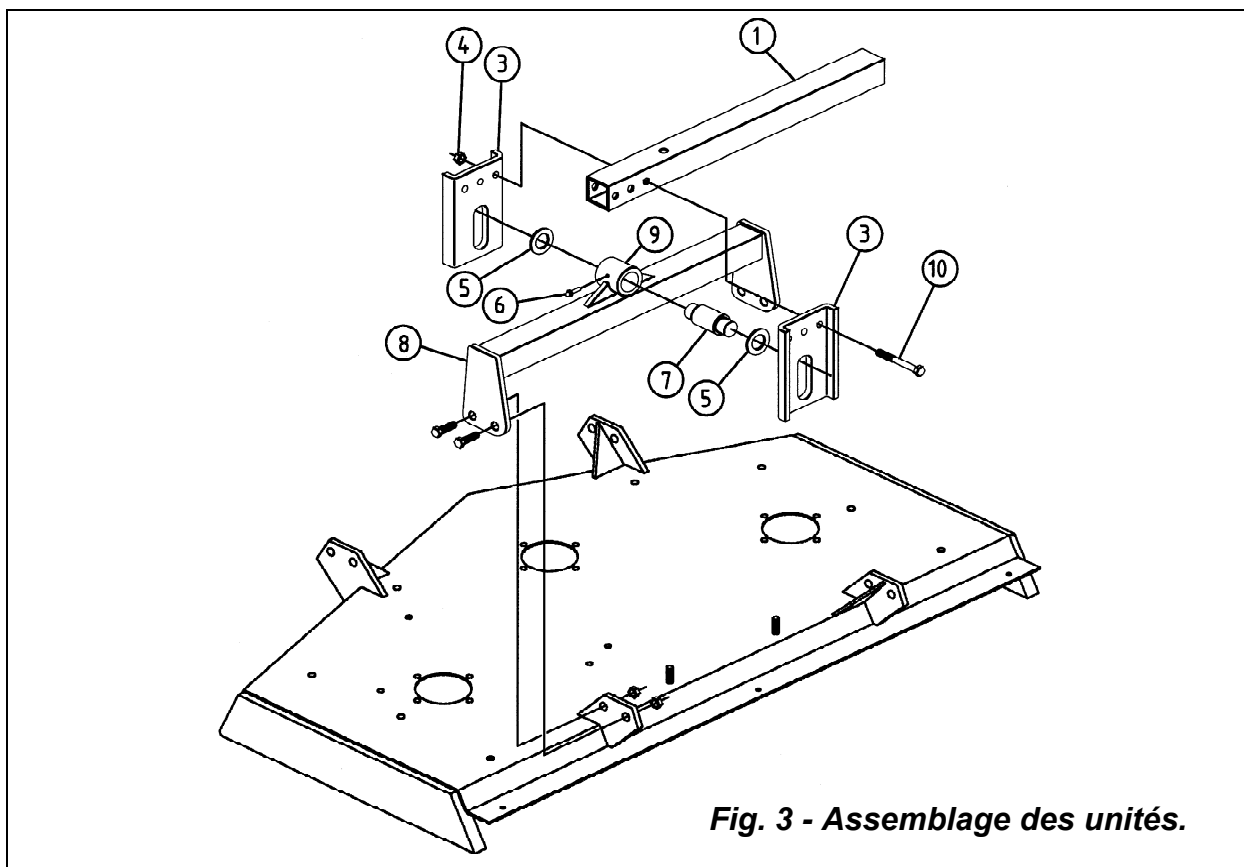
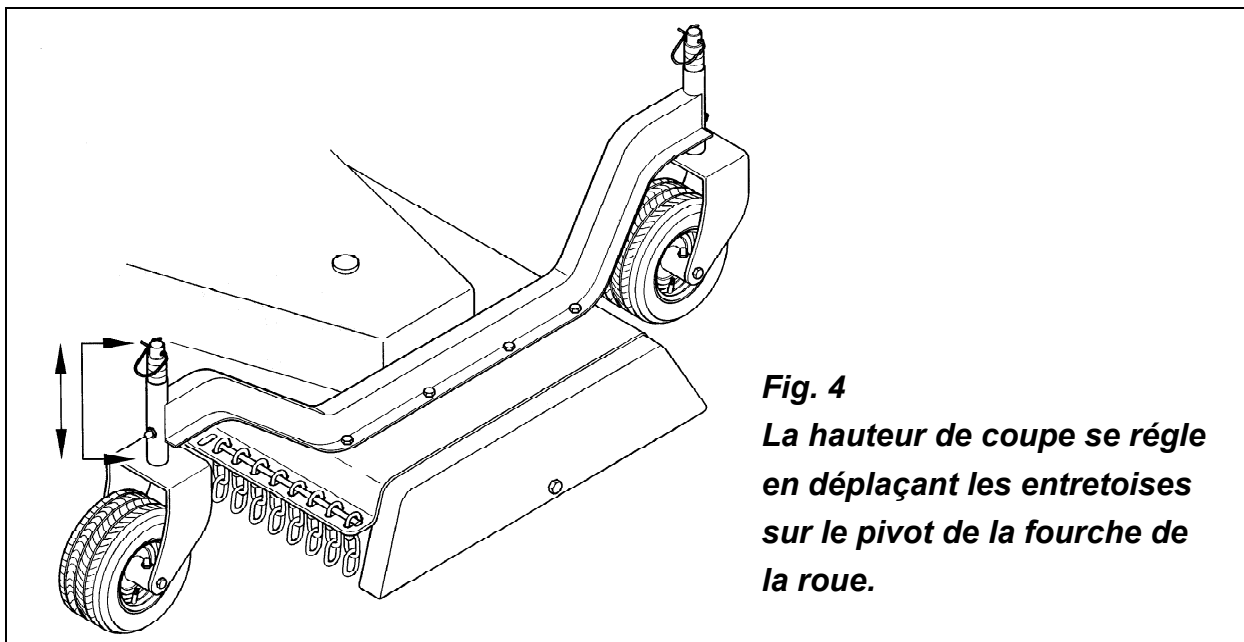

Fig. 3 - Assemblage des unités.
Fig. 4
1. rapprocher les plateaux, complets d'attelages au châssis (**voir n° 8, fig. 3**), aux respectives potences télescopiques (**voir n° 1, fig. 3**) déjà montées sur les tubes de soulèvement.
2. Insérer les axes d'attache (**voir n° 7, fig. 3**) dans les sièges appropriés soudés sur les attelages (**voir n° 9, fig. 3**), en insérant aux deux extrémités les rondelles épaisseurs (**voir n° 5, fig. 3**).
3. Monter les deux plaques d'attache (**voir n° 3, fig. 3**) aux extrémités des axes d'attelage (**voir n° 7, fig. 3**), en s'assurant que le pliage des plaques soit tourné à l'extérieur.
4. Avec les potences de soulèvement au niveau des unités tondeuses, insérer la prolonge (**voir n° 1, fig. 3**) entre les deux plaques (**voir n° 3, fig. 3**) et monter les vis appropriées (**voir n° 10, fig. 3**) dans les trous de jonction.
5. Visser les respectifs écrous (**voir n° 4, fig. 3**) aux vis (**voir n° 10, fig. 3**) et bien serrer en contrôlant que les axes d'arrêt (**voir n° 7, fig. 4**) glissent librement dans les trous des plaques (**voir n° 3, fig. 3**).
6. Graisser par le graisseur sur l'attelage (voir n° 6, fig. 3) les axes d'arrêt et les plaques d'attache.
La hauteur de coupe équivaut à la distance qui existe entre les couteaux et le sol. Elle se règle, sur nos machines, **en déplaçant les entretoises appropriées sur le pivot de la fourche de la roue de chaque unité tondeuse**. En plaçant une ou plusieurs entretoises entre le support de roue et la fourche, la hauteur de coupe augmente autant que la hauteur de l'entretoise correspondante. En effectuant l'opération inverse, vous baissez la hauteur de coupe (**voir fig. 4**).